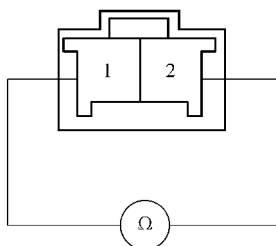

图 10-30 蒸发器温度传感器的测量方法
- 2) 将传感器浸入冰水中，测量端子之间的电阻，如图 10-30 所示。